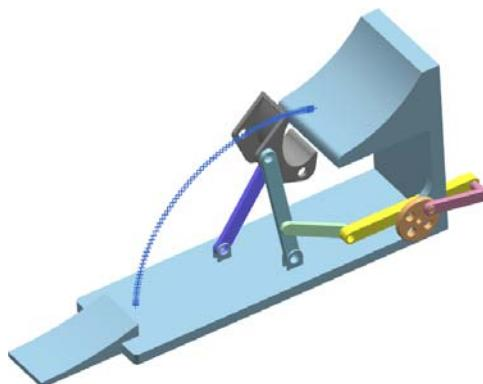

图 10.2.14 追踪结果
Step22. 选择下拉菜单 **分析 (A)** → **运动 (M)** → **求解 (S)...** 命令，对解算方案再次进行求解。
(1) 选择命令。选择下拉菜单 **分析 (A)** → **运动 (M)** → **动画 (A)...** 命令，系统弹出“动画”对话框。
(2) 激活测量检查和暂停。在该对话框中选中  **追踪** 复选框，然后单击“播放” 按钮，此时机构开始运行并显示追踪结果，如图 10.2.14 所示。
(3) 单击 **确定** 按钮，完成追踪操作。
Step24. 选择下拉菜单 **文件 (F)** → **保存 (S)** 命令，保存模型。